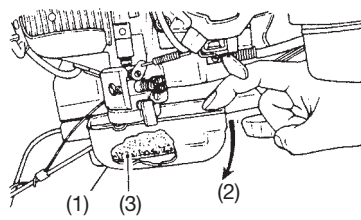

Fig. 9
- 1) Limpiar el elemento del filtro de aire con jabón y agua y secar antes de volver a usar. (Fig. 9)